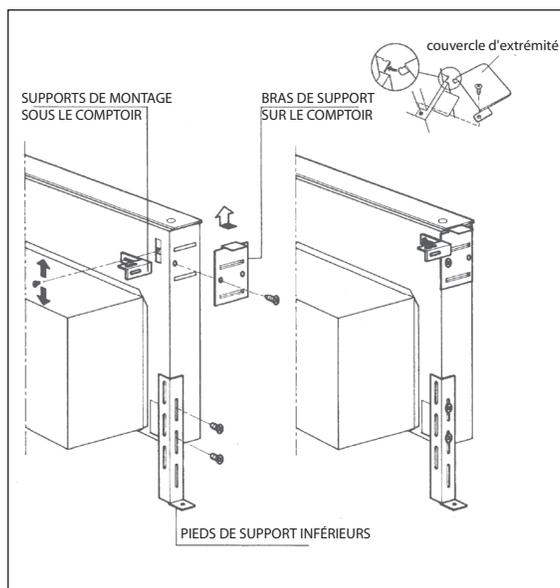

FIG.08
- 2) Fixez les bras de support du dessus de comptoir aux côtés gauche et droit du corps de la hotte, tel qu'indiqué à la Figure 08, à l'aide des deux vis courtes fournies à cette fin. Fixez les couvercles d'extrémité aux côtés gauche et droit de la hotte, par dessus les bras de support.
- 10) Fixez la hotte au dessus de comptoir à l'aide des supports de montage de dessous de comptoir (Fig. 08). Ce système peut s'adapter à des dessus de comptoir de plusieurs épaisseurs. Fixez un support de montage à la fente située sur le coin supérieur droit de l'appareil à l'aide des petites vis à tête cruciforme fournies avec le matériel. Fixez l'autre extrémité du support au-dessous du dessus de comptoir.